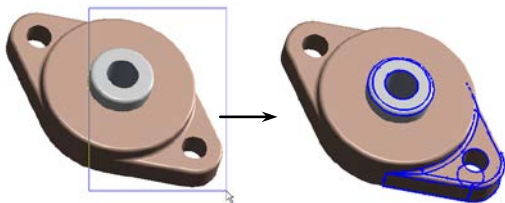

图 1-13 框选对象
- 鼠标单击：在工作区利用鼠标单击可选择对象。按住〈Ctrl〉键继续单击其他对象可选择多个对象，如图 1-13 所示。